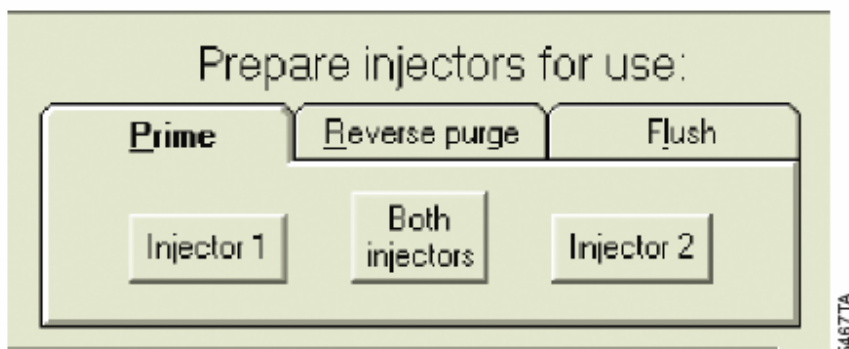

Abbildung 11. Auswahl von Injektoren zum Füllen
2. Drücken Sie auf „Prime“ im Hauptdialogfeld. Wählen Sie die Injektoren, die Sie füllen möchten (siehe Abb. 11).